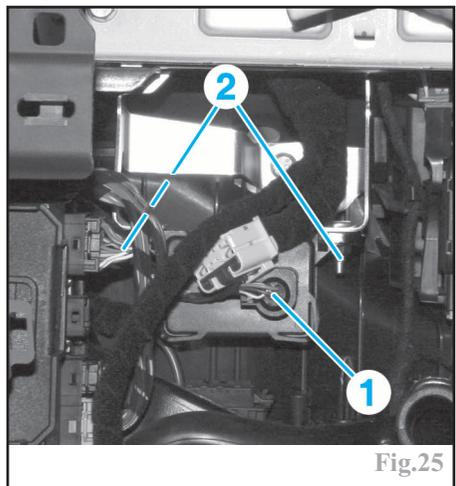

Fig.25
Dégager le faisceau électrique devant le capteur et débrancher son connecteur (1) (Fig.25).